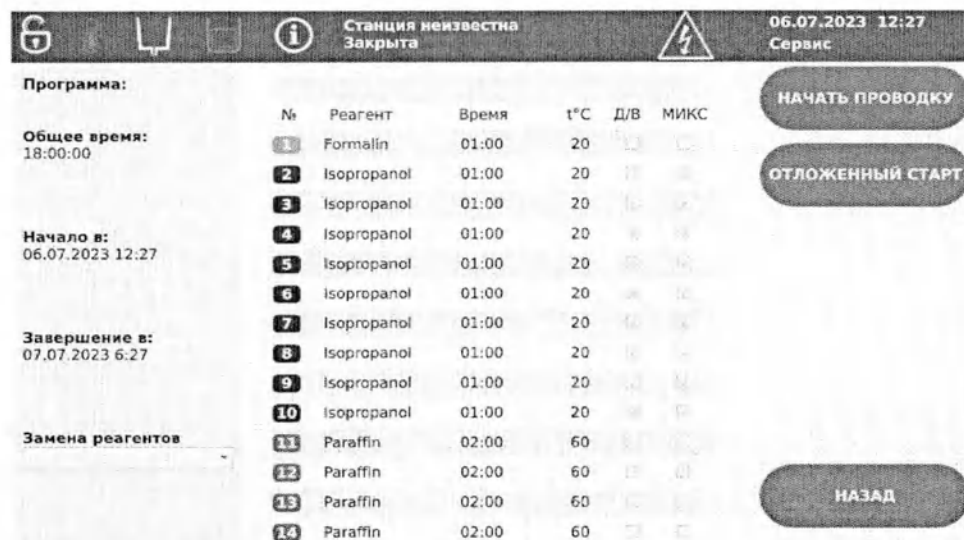

Рисунок 6.11 – Просмотр программы проводки
11. На экране просмотра программы (Рисунок 6.11) отображается список операций, предусмотренных выбранным протоколом.